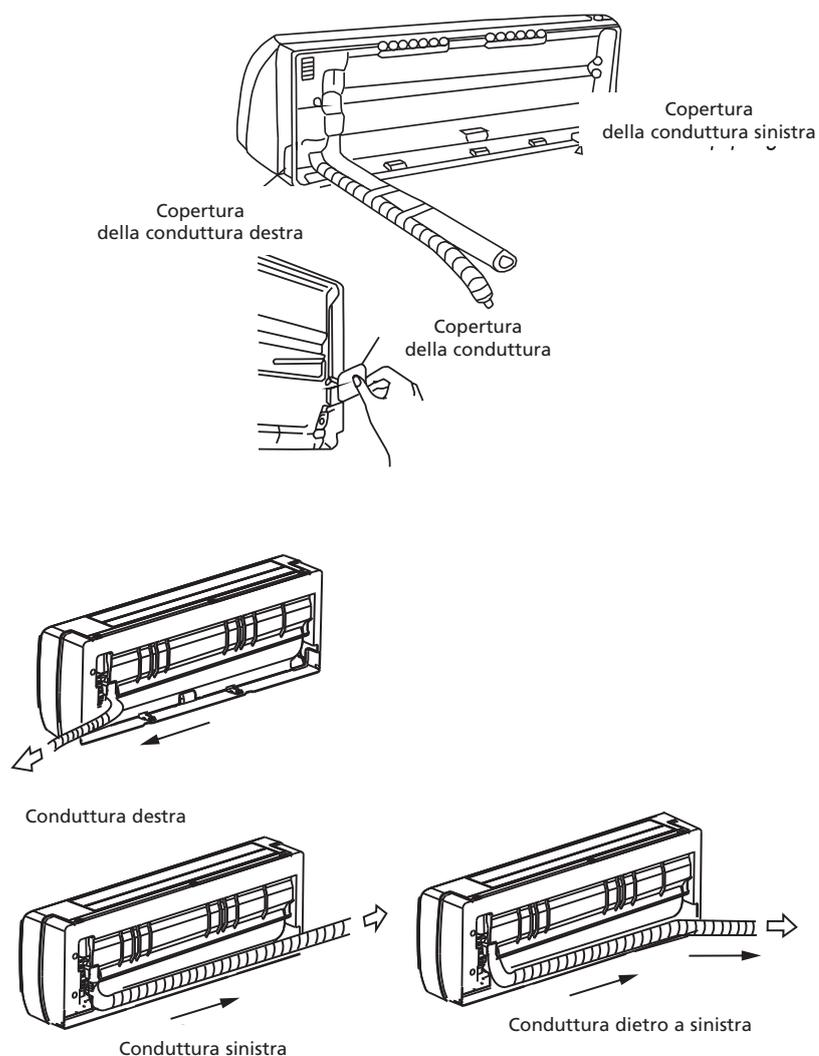

Figura 7
- Le condutture possono essere allacciate con un'estremità sul lato sinistro o destro dell'unità interna. A tale scopo, rimuovere il disco di rottura sinistro o destro. Vedi la figura 7.
- Le condutture si possono allacciare con un'estremità sul lato posteriore destro o sinistro. Vedi la figura 7.